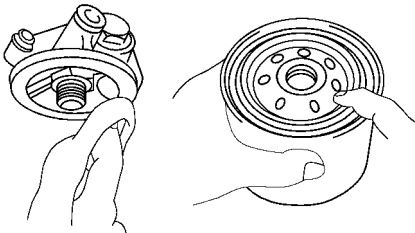

图 3-9 拆下机油滤清器并对新的机油滤清器垫片涂干净机油
1) 拆下机油滤清器，检查和清洁机油滤清器的安装面，并对新的机油滤清器垫片涂敷干净的机油，如图 3-9 所示。